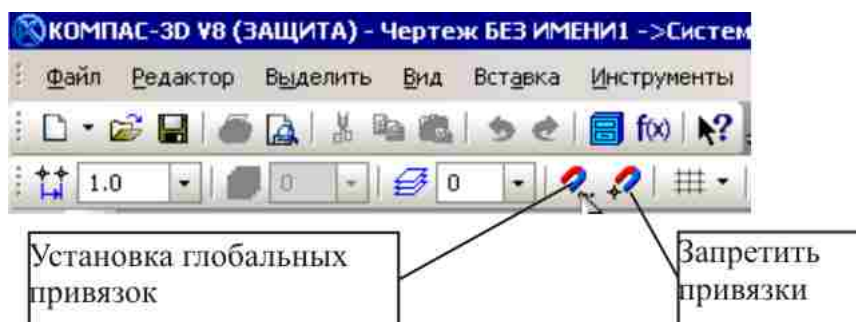
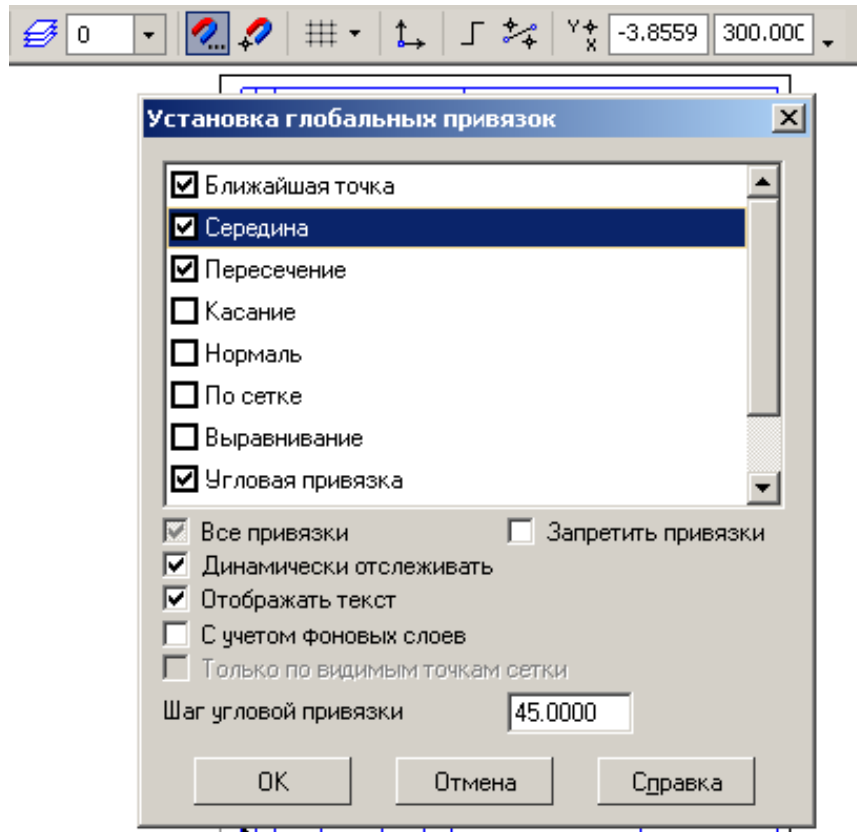

Рис. 2.4.4: Установка і відключення прив'язок
Рис. 2.4.5: Установка глобальных прив'язок
2. Включити прив'язки – **Середина, Пересечение, Выравнивание, Точка на кривой** (рис. 2.4.5).
Для виклику цього діалогу служить кнопка **Установка глобальных привязок** (рис. 2.4.4, рис. 2.4.5), можливо також відключення дії всіх глобальних прив'язок, а потім включення їх знов в колишньому складі, для чого служить кнопка **Запретить/разрешить действие глобальных привязок** на панелі **Текущее состояние**.